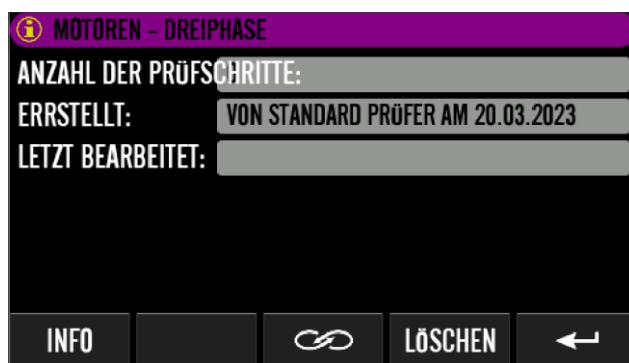

Abbildung 144. "PRÜFPLAN" mit Basisdaten, Beispiel
- Wählen Sie den "PRÜFPLAN" aus, der fortgesetzt werden soll und bestätigen Sie durch Drücken der Menütaste "←" ⇒ Das Display wechselt zum Bildschirm "PRÜFPLAN" mit grundlegenden Informationen, d.h. mit der Anzahl der Prüfschritte. Erstellungsdatum und Datum der letzten Bearbeitung, siehe Abbildung 144 auf Seite 158.
6) Zeigen Sie bei Bedarf die Prüfschritte erneut an oder bearbeiten Sie sie. Drehen Sie dazu den Drehschalter #2 auf die AUTO Position (12), drücken Sie WEITER, um zum "PRÜFPLAN" mit den Basisdaten zu wechseln (siehe Abbildung 144 auf Seite 158) und drücken Sie dann
- Wählen Sie den "PRÜFPLAN" aus, der fortgesetzt werden soll und bestätigen Sie durch Drücken der Menütaste "▲" ⇒ Das Display wechselt zum Bildschirm "PRÜFPLAN" mit grundlegenden Informationen, d.h. mit der Anzahl der Prüfschritte. Erstellungsdatum und Datum der letzten Bearbeitung, siehe Abbildung 144 auf Seite 158.